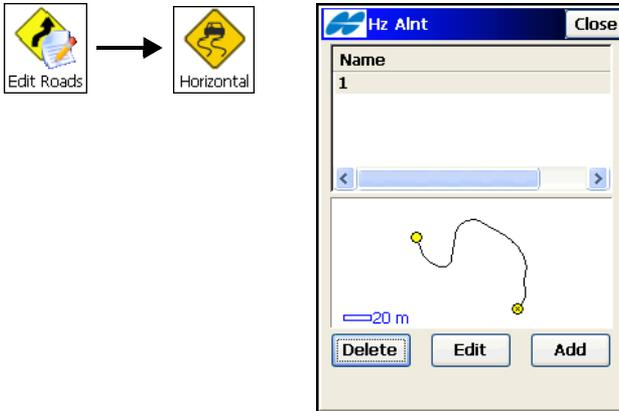

Abbildung 7-4. Achse (Linienführung im Grundriss)
1. Um eine Achse zu bearbeiten, tippen Sie im Fenster *Achsen* (Abbildung 7-4) doppelt auf die Achse oder markieren sie in der Liste und tippen dann auf **Edit**.